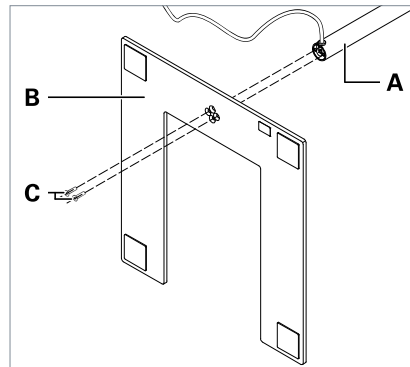

Fig. 2: 圆形立管的安装。
- 圆形立管，参见Fig. 2
- ▶ 如果您安装圆形立管: 使用供货附带的螺钉C将立管A与灯座B组装，电线应朝向背面，参见Fig. 2。